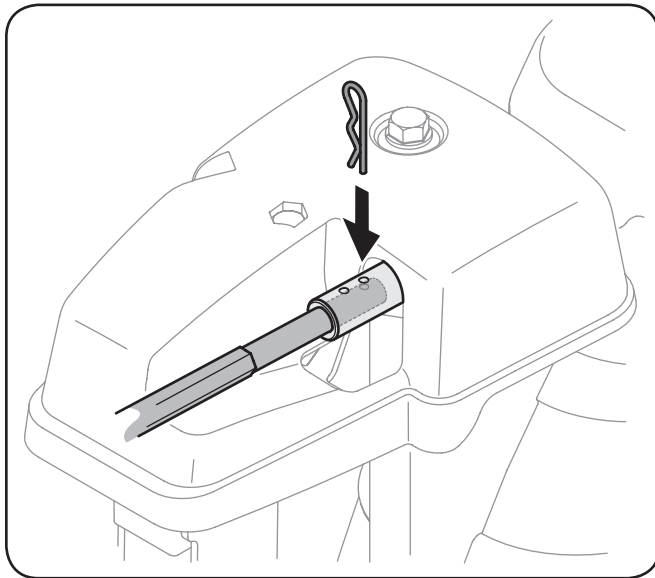

Figure 3-9
7. Poussez la tige de commande de la goulotte vers le tableau de commande jusqu'à ce que le trou sur la tige s'aligne avec le trou sur le raccord de la tige le plus proche de la tête de commande de la goulotte. Insérez la goupille fendue retirée antérieurement. Voir Figure 3-9.